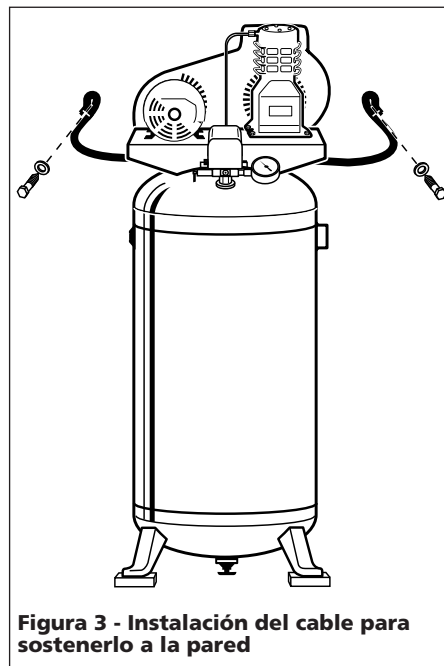

Figura 3 - Instalación del cable para sostenerlo a la pared
2. Coloque el cable en la base tal como se le indica en la Figura 3.